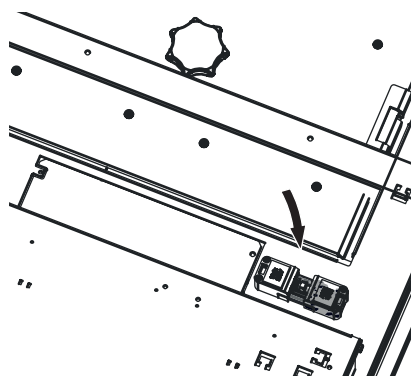

Fig. 146 Inserire risp. collegare la spina di rete
- Inserire risp. collegare la spina di rete – Fig. 146.